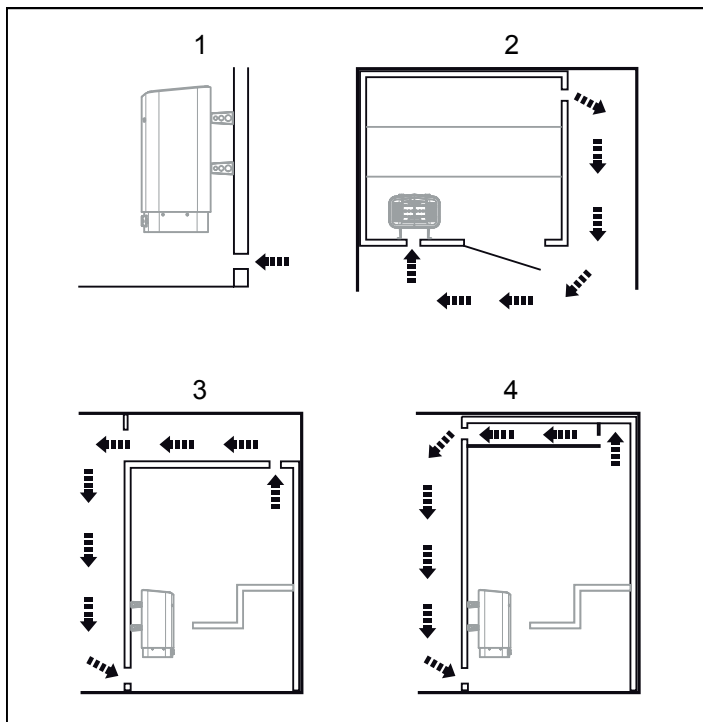

Рисунок 4: Установка впускного и выпускного клапана
- с максимальным расстоянием до впускного клапана, например, по диагонали (см. Рисунок 4).
- высоко на стене или на потолке (см. Рисунок 4).